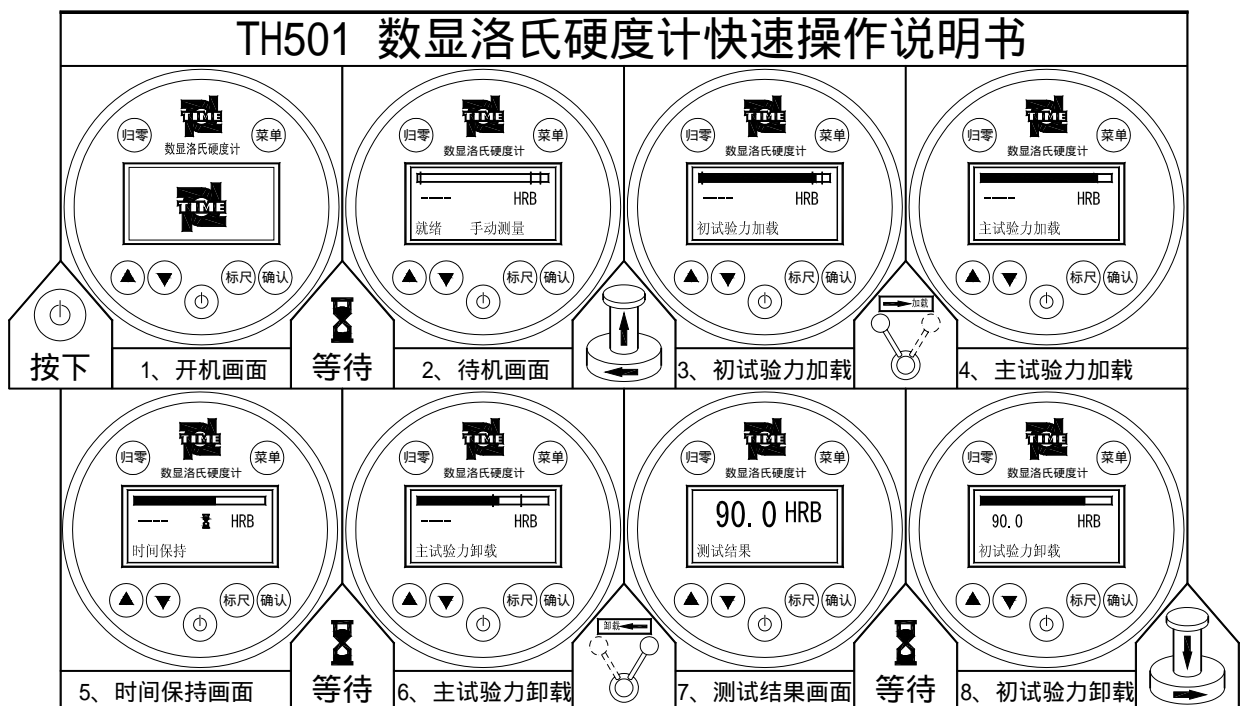

图 6.2 硬度测试过程屏幕显示
- 6.4.1 将被测试样平稳放在样品台上，使试样与样品台表面紧贴，然后顺时针旋转手轮使样品台上升；试样与压头接触后继续旋转手轮，同时观察表头指示进度条开始向右增加，直到硬度指示进度条至右侧两条虚线中间位置停止见图 6.2—3。（注意：加初始试验力过程应该平稳连续，在进度条指示达到规定位置以前，不能有较长时间的停顿，否则将提示本次测量无效！如果进度条超出右侧的虚线同样会提示测量无效）。此时屏幕将变成图 6.2—4 的样子，提示主试验力加载；